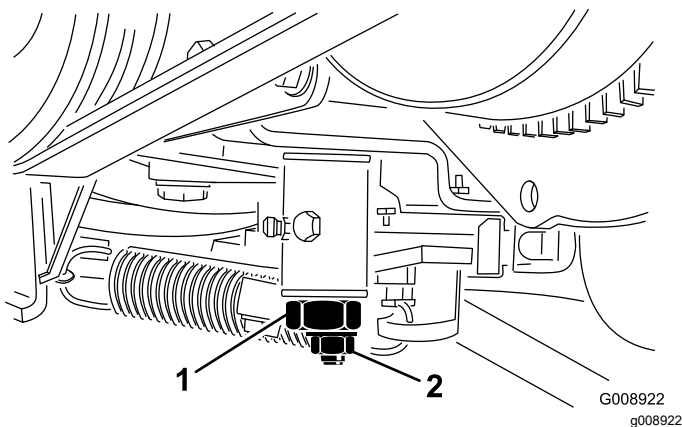

Figure 55
4. Desserrez le contre-écrou de la came de réglage de la transmission (Figure 55).